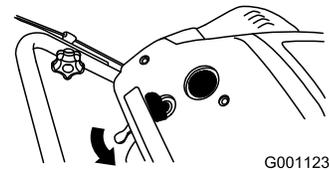

Figure 14
2. Déplacez la manette de starter vers la droite (Figure 14).